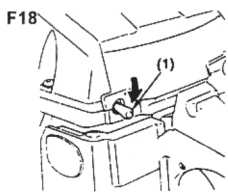

Рис. 16
2. Установить переключатель в положение останова ("0") (Рис. 16).